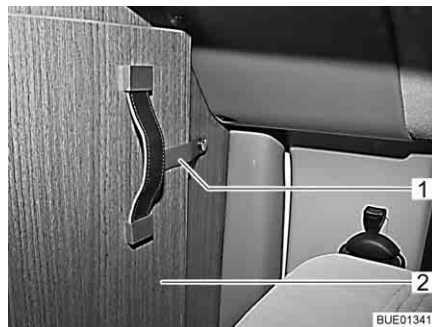

Fig. 56 Bande de securite
- Detacher la bande de securite (Fig. 56,1) de la partie rabattable de la separation pour la cabine de conduite (Fig. 56,2).